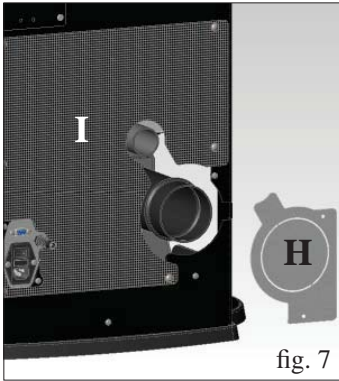
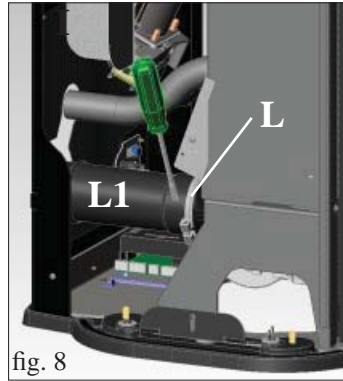

fig. 7
fig. 8
- Desmontar los laterales de cristal (H - fig. 7) quitando las protecciones.
- Quitar las gomas fijadas debajo de los soportes de fijación (superior y laterales) de los laterales de cristal (I - fig. 8).
- Quitar la encimera de cristal apoyada (H - fig. 7).
- Retirar el lateral de acero, fijado a la estructura de la estufa con 2 tornillos (X - Fig. 7) para eliminar, deslizándolo por arriba (I - fig. 8).
- Quitar el diafragma (H - fig. 7) y si fuese necesario también la parte trasera inferior perforada (I - fig. 7).
- Aflojar la abrazadera (L - fig. 8) y retirar el tubo de salida de los humos (L1 - fig. 8).